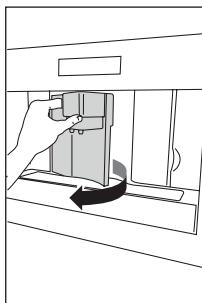

Fig. 23
- Abra a porta de manutenção (Fig. 23).